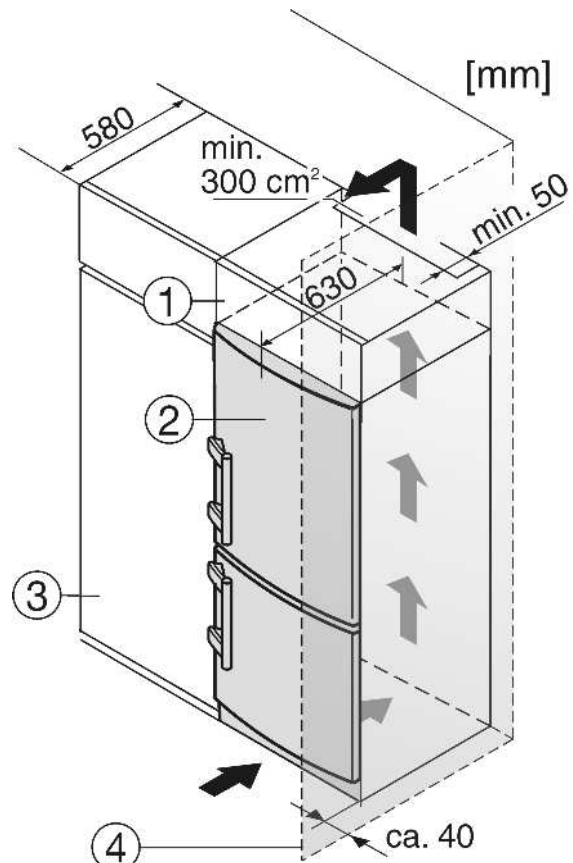

Fig. 25
- (1) Дополнительный шкафчик
- (2) Устройство
- (3) Кухонный шкаф
- (4) Стенка
Устройство может быть окружено предметами кухонной обстановки. Чтобы уравнять устройство Fig. 25 (2) по высоте с кухонной стенкой, можно установить над устройством соответствующий дополнительный шкафчик Fig. 25 (1).
При комбинировании с обычными кухонными шкафами (глубина макс. 580 мм) устройство можно установить непосредственно рядом с кухонным шкафом Fig. 25 (3). Дверь устройства выступает по сторонам на 34 мм и по центру устройства на 50 мм относительно передней стенки кухонного шкафа. Поэтому ее можно свободно открывать и закрывать.
Если устройство установлено на шарнирах у стены *Fig. 25 (4)*, то расстояние между устройством и стеной должно быть не менее 40 мм. Настолько выступает ручка при открытой дверце.